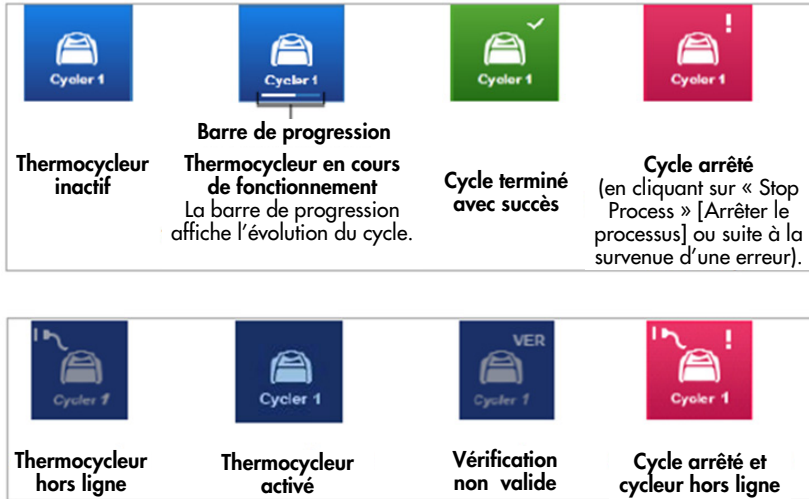

Figure 13. Icônes du thermocycleur Rotor-Gene Q MDx 5plex HRM qui peuvent s'afficher.
8. Remarque : l'icône « Cyclur » (Cycleur) change en fonction de l'avancement et du résultat du cycle (Figure 13). La description complète de ces icônes de thermocycleur est disponible dans le *manuel d'utilisation de Rotor-Gene AssayManager Core Application v2.1*.